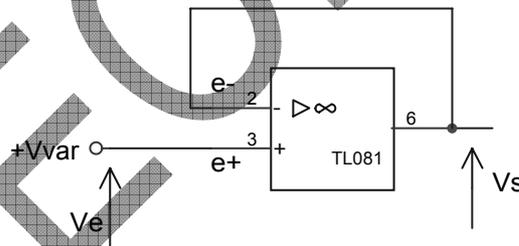

fig.3
5.2.1 Schéma de principe fig.3